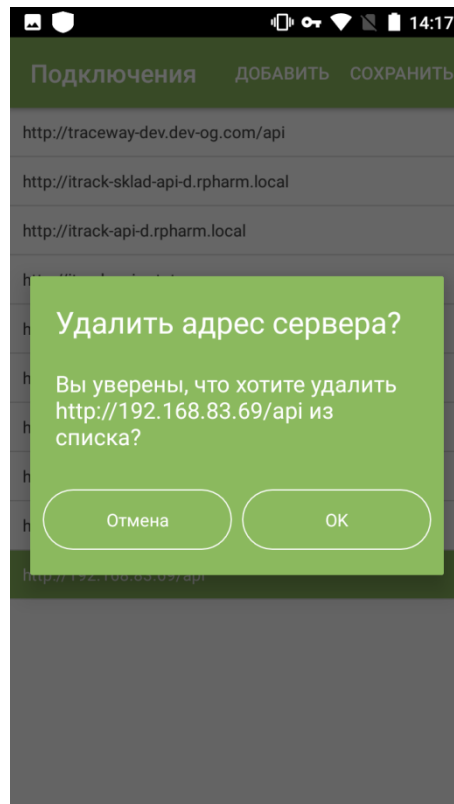

Рисунок 1.6
5. Для удаления адреса сервера из списка нужно выбрать его долгим нажатием, пока не появится окно удаления сервера (Рисунок 1.6) и подтвердить решение, нажав «ОК».